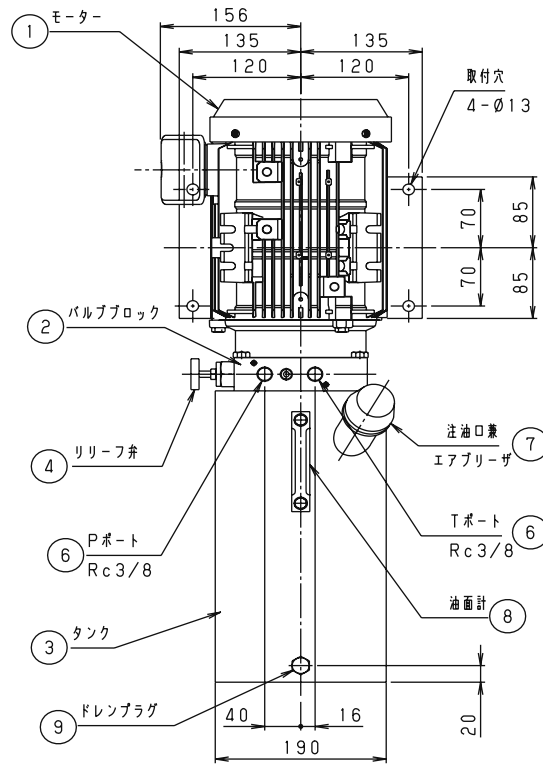
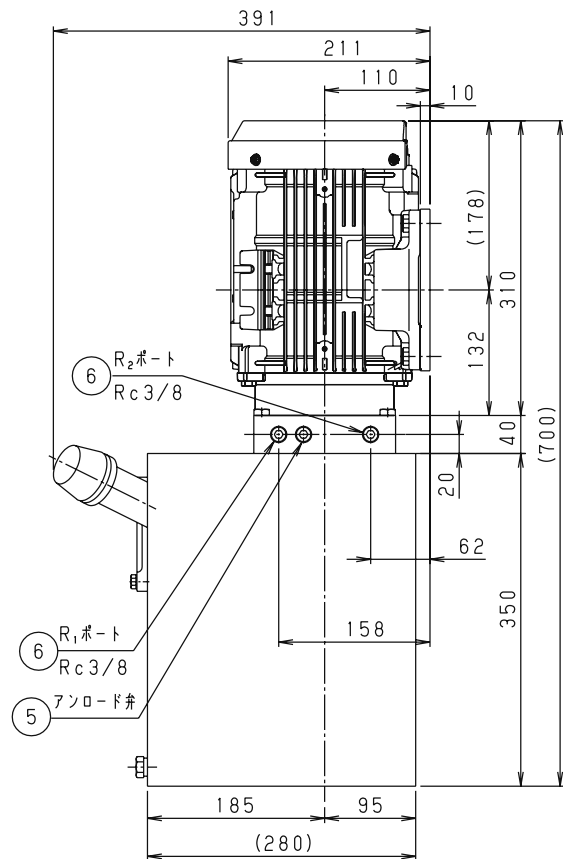

図2 正面図
図4 右側面図
5-1 標準品 (図2, 3, 4参照)
- (5) 本機にはRc 3/8のP、T、R₁、R₂ポート（図2、4参照）、オプション品（電磁弁付き）の場合、A、B、R₁、R₂ポート（図4、6、7参照）があります。ここへ接続する配管材料はRc 3/8を使用して下さい。他の部品の配管材料もRc 3/8、又は、それ以上のものを使用して下さい。
- (6) 使用する配管材は、十分にフラッシングしたものを使用して下さい。
- (7) 配管材を接続する時は、漏れ防止のためシールテープ等を使用し、ネジ込みトルクは30N・m程度にして下さい。
- (1) タンク内に作動油は入っていません。使用の前に注油口兼エアブリーザー（図2参照）のキャップを外して注油して下さい。
- (2) 作動油は清浄な石油系作動油で粘度グレードがISO VG32～68のものを使用して下さい。
本機にはリリーフ弁が内蔵されています。(図2参照)